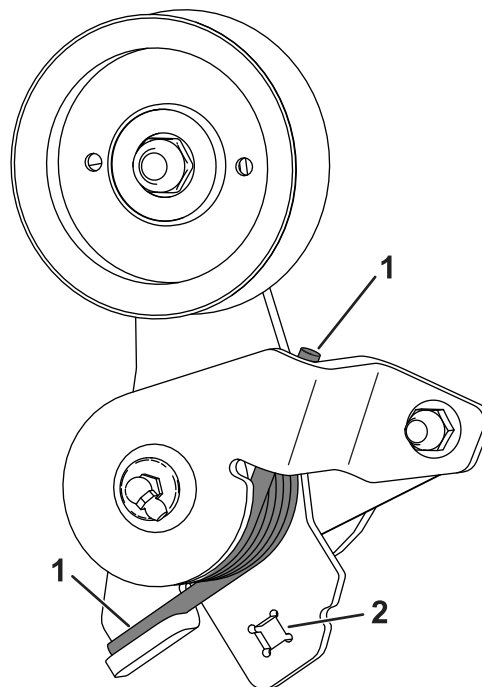

**Bild 6**
3. Montieren Sie die Spannscheibenstütze und den Spannarm mit zwei Schrauben ( $\frac{3}{8}$ " x  $1\frac{1}{4}$ " ), zwei Buchsen, einer Feder und einer Nylon-Sicherungsmutter ( $\frac{3}{8}$ " ) am Rahmen der Maschine, siehe Bild 6.